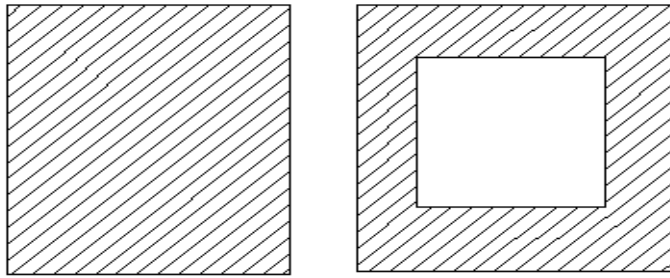

Рис.29. Изменение границ штриховки
- выделить объекты, которые формируют заданные контуры штриховки (рис.29).